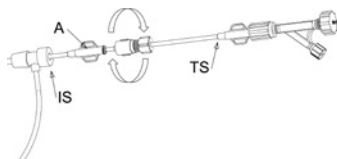

Fig. 13
- Ligue o cateter de transporte (TS) ao adaptador (A) (Fig. 13).